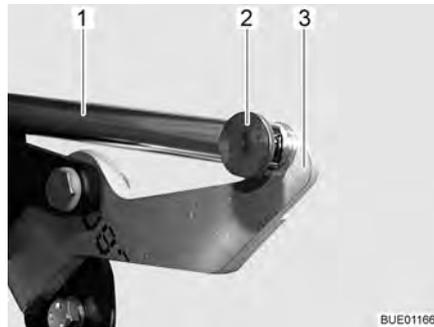

Fig. 102 Entraînement
- Retirer la jonction (par ex. goupille et broche) (Fig. 102,2) entre la tige de poussée (Fig. 102,1) et le levier (Fig. 102,3).